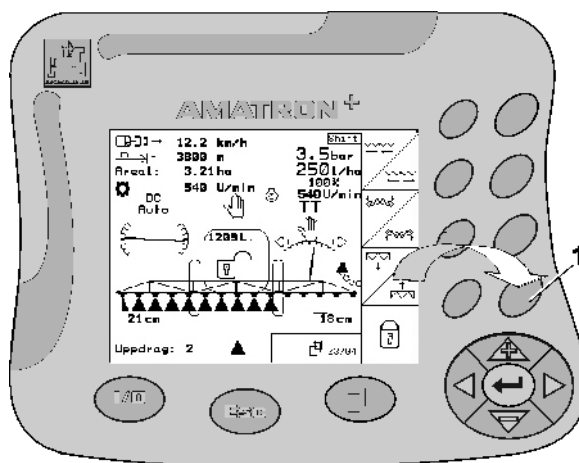

Fig. 14
1. Påverka den till funktionsfältet tillhörande funktionsknappen (Fig. 14/1), för att lyfta spruttrampen.